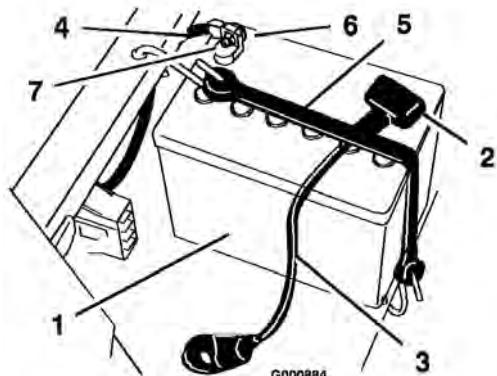

Bild 34
4. Klemmen Sie das Minuskabel (schwarz) vom Batteriepol ab (Bild 34).
- Schieben Sie die Gummiabdeckung am Pluskabel (rot) nach oben. Klemmen Sie das Pluskabel (Rot) vom Batteriepol ab (Bild 34).
- Nehmen Sie die Batterieklemme ab (Bild 34) und heben Sie die Batterie aus dem Ständer heraus.
- Stellen Sie die Batterie in ihren Ständer, wobei die Pole vom Armaturenbrett weg weisen müssen (Bild 34).
- Befestigen Sie die Kabel mit zwei Schrauben (1/4 x 3/4 Zoll), Scheiben (1/4 Zoll) und Muttern (1/4 Zoll) (Bild 34).
- Befestigen Sie die Batterie mit der Befestigung (Bild 34).